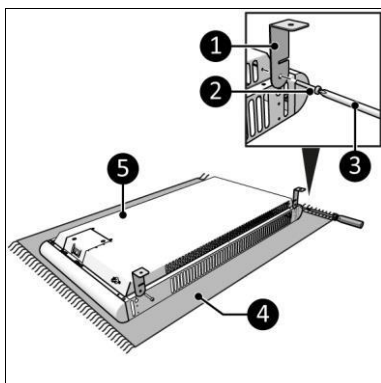

Figura 11
7. Așezați dispozitivul pe o suprafață netedă și stabilă (Figura 11, poz. 4).
8. Însurubați și strângeți două suporturi (Figura 11, poz. 1) pe ambele părți ale corpului principal (Figura 11, poz. 5) cu un șurub mic (Figura 11, poz. 2), folosind o șurubelniță cu cap în cruce (Figura 11, poz. 3).